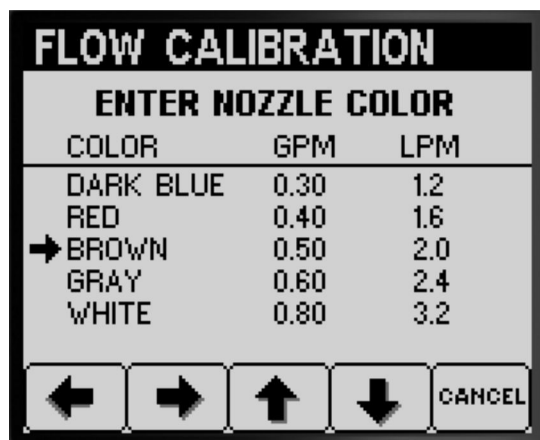

Figura 44
- Para máquinas com cores de bicos que coincidem com as taxas de fluxo descritas em Figura 44, selecione a cor dos bicos instalados na posição de pulverizador ativo.
- Para máquinas com cores de bicos que **não coincidem** com as taxas de fluxo descritas em Figura 44, selecione a taxa de fluxo (gpm ou lpm) dos bicos instalados na posição de pulverizador ativo.
3. Prima o botão 2 para ir para o passo seguinte (Figura 44).